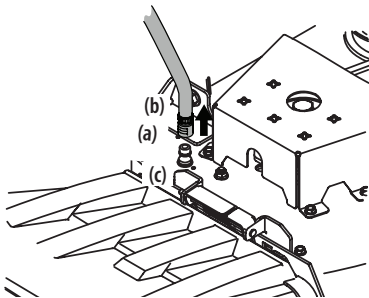

Figura 20
3. Tire del collarín de ajuste (a) del adaptador del pico (b) hacia atrás y empuje el adaptador del pico sobre el pico de lavado de la plataforma (c). Suelte el collarín de ajuste para trabar el adaptador del pico en el pico de lavado de la plataforma. Consulte la Figura 20.